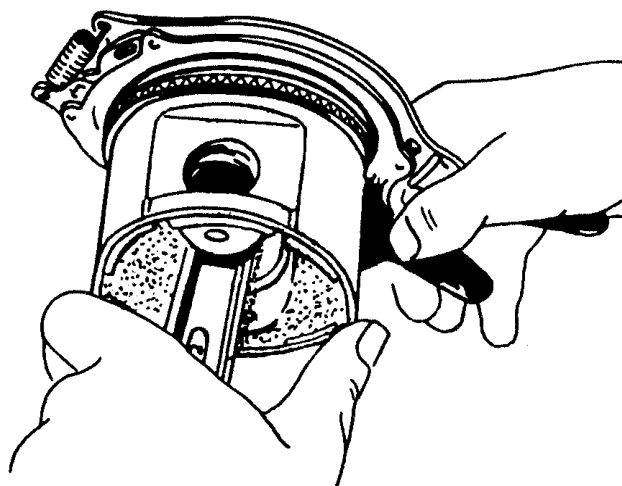

Рис.54. Снятие поршневых колец с поршня приспособлением 5-У-11388
51. Съемником 5-У-11388 снять поршневые кольца с поршней (рис.54) и разложить их в порядке установки.